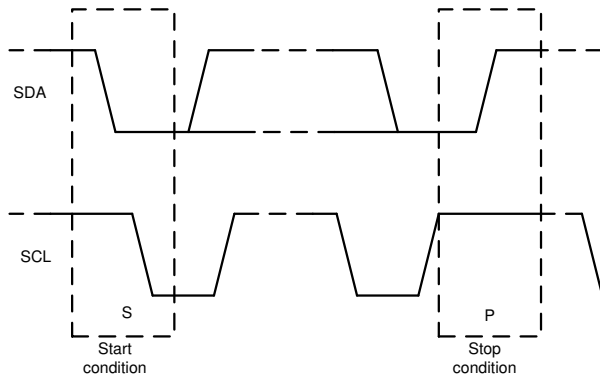

图 7-15. 启动和停止条件
1. 控制器通过产生启动条件来启动数据传输。启动条件是当 SCL 为高电平时在 SDA 线上发生从高到低的转换，如图 7-15 所示。所有与 I²C 兼容的器件都会识别启动条件。
4. 为了用信号指示数据传输结束，控制器通过在 SCL 线处于高电平期间将 SDA 线从高电平拉低来产生停止条件，如图 7-15 所示。此操作将释放总线并停止与寻址的目标器件之间的通信链路。所有与 I²C 兼容的器件都会识别停止条件。在收到停止条件后，将释放总线，然后所有目标器件等待启动条件，接着是匹配的地址。